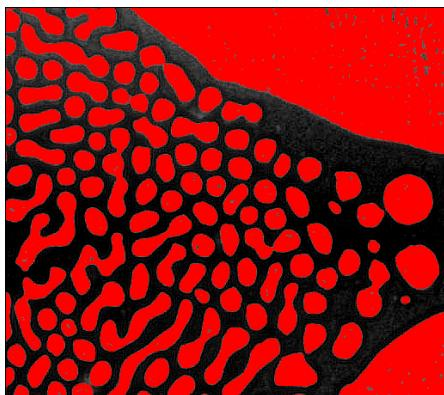

図3-7. 粒子解析スクリプトをテストする
- スクリプトウィンドウの2値化ステップをダブルクリックして、2値化設定ウィンドウを開きます。図3-7は、スクリプトの2値化ステップでのMetal3.jpgです。